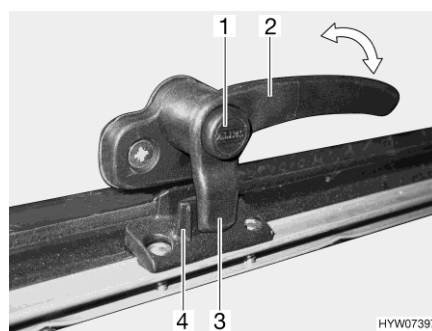
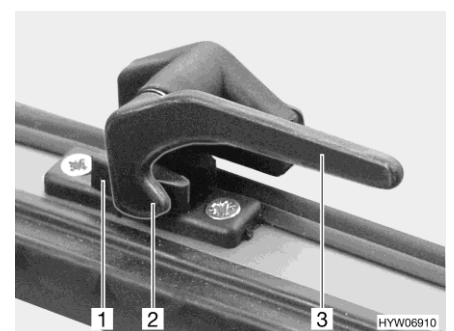

Fig. 121 Levier de verrouillage avec bouton de sécurité en position "Fermé"
Fig. 122 Levier de verrouillage en position "Fermé"
- S'il existe, appuyer sur le bouton de sécurité (Fig. 121,1) et le maintenir enfoncé.
- Tourner tous les leviers de verrouillage (Fig. 121,2 ou Fig. 122,3) d'un quart de tour vers le centre du lanterneau.
- Tourner tous les leviers de verrouillage (Fig. 121,2 ou Fig. 122,3) d'un quart de tour vers le cadre. Le tenon de verrouillage (Fig. 121,3 ou Fig. 122,2) repose sur le côté intérieur du verrouillage du lanterneau (Fig. 121,4 ou Fig. 122,1).
- En position "Fermé" (Fig. 121 et Fig. 122)